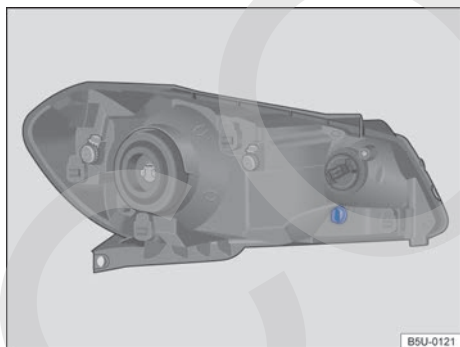
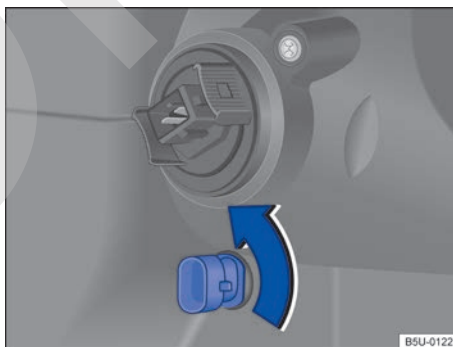

Fig. 170 En el compartimento del motor: ubicación de la lámpara incandescente de la luz de posición.
Fig. 171 Portálámparas incandescente de la luz de posición.
4. Girar el portalámparas ⇒ fig. 170, en el sentido de la flecha ⇒ fig. 171, y desencajarlo del alojamiento.
9. Presionar el portalámparas hasta el batiente y girar en el sentido contrario al de la flecha ⇒ fig. 171.